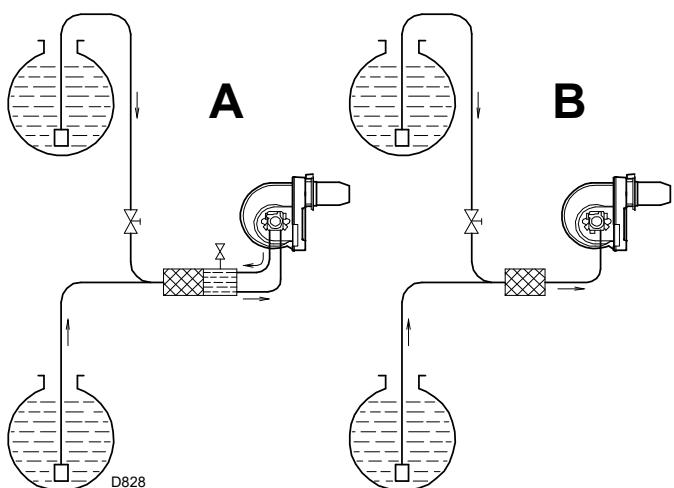

Abb. 16
- Bypass außerhalb der Pumpe (**A**, Abb. 16) (empfohlene Ausführung)
- Bypass innerhalb der Pumpe (**B**, Abb. 16)